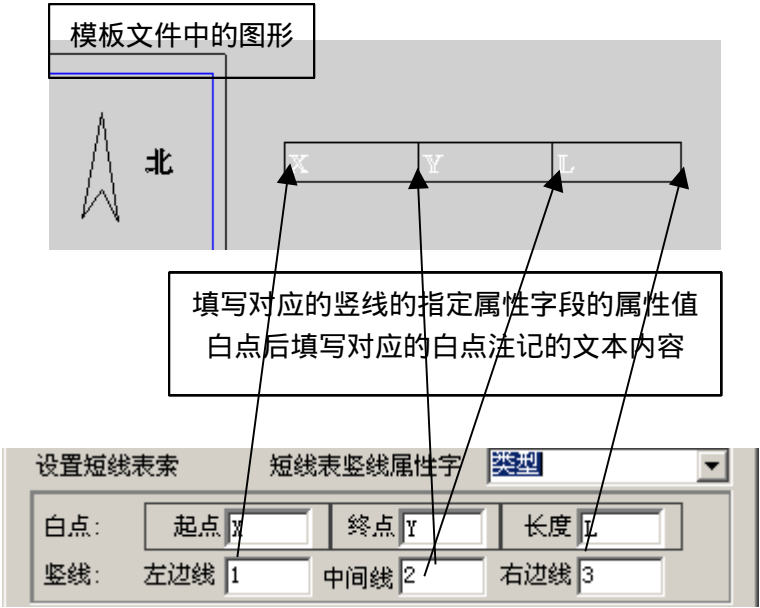

图 13-6 模板出宗地图填写短线表
3. 设置短线表索引。请查看前面介绍的“设置宗地显示参数”对话框，在那个对话框上有一项“最小显示边”，凡是小于该值的边都会被写入短线表中。模板中的属性字段会显示在“短线表竖线属性字段”后的下拉列表中，选择要写入短线表的属性值，按照下图 13-6 设置短线表索引关系。